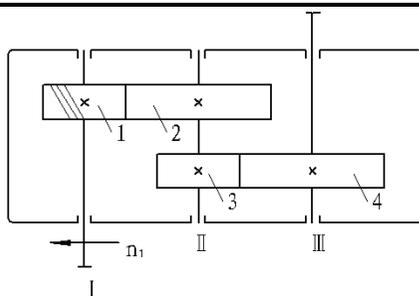

图 3
3. (20分) 如图3所示二级斜齿圆柱齿轮减速器中, 已知: 高速级齿轮参数  $z_1, z_2, m_{n1}, \beta_1$ ; 低速级齿轮参数  $z_3, z_4, m_{n2}$ , 输入功率  $P_1$  (KW), 转速  $n_1$  (rpm)。试求: